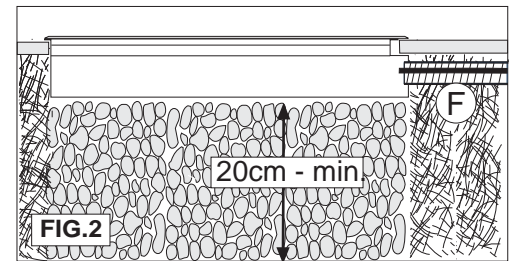

FIG.2
- Prima di interrare e/o cementare la cassaforma, fare attenzione di creare nella zona i alloggiamento uno strato di ghiaia di drenaggio sufficiente a garantire l'eventuale deflusso dell'acqua (circa 20 cm) **FIG.2**
- Before putting the housing in the ground pay attention to create a drainage layer enough to guarantee the downflow of water (about 20 cm). **FIG 2**